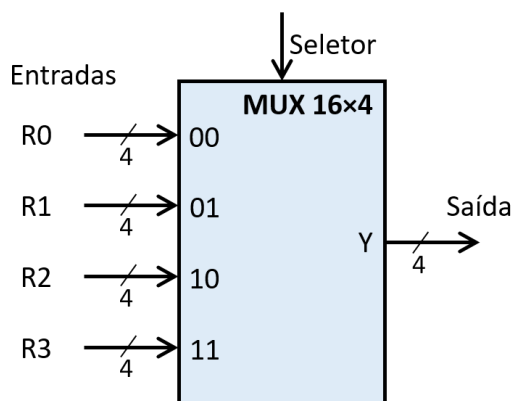

Figura 5: Diagrama lógico do MUX  $16 \times 4$ .
1. Monte o circuito correspondente ao diagrama lógico da Figura 5, tomando o circuito da Figura 6 como *ponto de partida*:
4. Desenhe, na **Folha de Respostas**, um diagrama lógico descrevendo como três multiplexadores  $8 \times 4$  devem ser cascadeados para implementar um MUX  $16 \times 4$ . Explícite os nomes das entradas e saídas, e indique a ordem de *significância* das entradas e dos seletores. Ou seja, você deve explicitar as ligações internas ao retângulo da Figura 5.